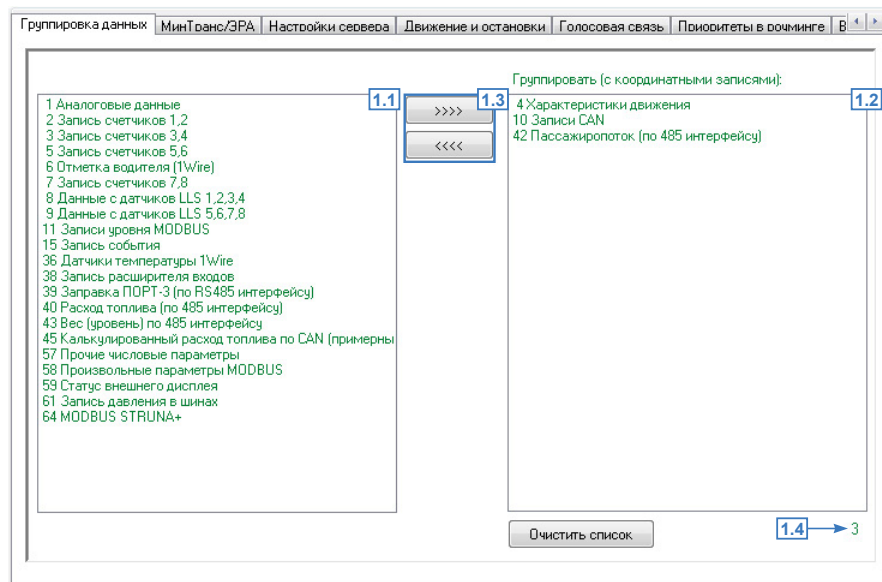

Рис.18. Группировка данных.
- выбрать параметры в списке слева (Рис.18, п.1.1);
- переместить выбранный параметр в список «Группировать» (Рис.18, п.1.2), используя кнопку «>>>>» (Рис.18, п.1.3) или перетаскив при помощи левой кнопки мыши;
Для удаления параметра из группы необходимо выбрать этот параметр и нажать кнопку «<<<<<» (Рис.18, п.1.3). Кнопка «Очистить список» позволяет удалить все параметры из группы. Количество параметров в группе отображается под списком группируемых параметров (Рис.18, п.1.4)